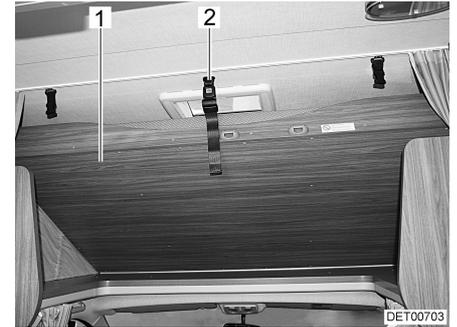

Bild 36 Alkovenbett in Fahrstellung
- Alkovenbett (Bild 36,1) nach oben schwenken und Halteband (Bild 36,2) in Halterung an der Decke einrasten lassen.